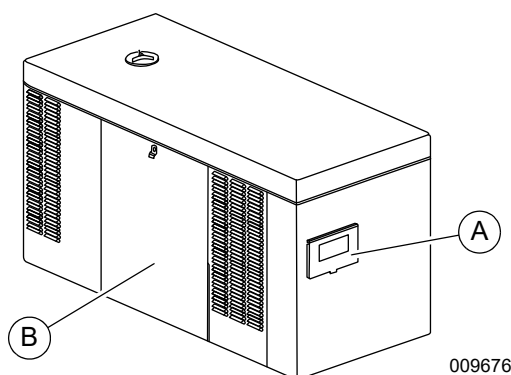

Figure 3-1. Boîtier (vue arrière gauche)
Voir la **Figure 3-1**. Le côté regard (A) du boîtier est identifié comme étant l'arrière du générateur. Vous pouvez identifier les côtés droit et gauche en vous tenant debout à l'arrière et en regardant vers l'avant de l'appareil. La batterie est située sur le côté gauche de l'appareil (B).